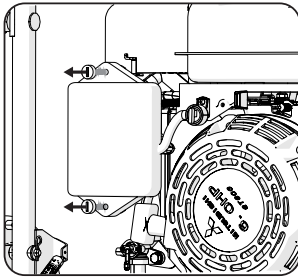

Abb. 21
- Stellen Sie sicher, dass der Motor ausgeschaltet ist und der Kraftstoffhahn in der Position „OFF“ (ZU) ist. Der Motor sollte kalt sein.
- Schrauben Sie die Flügelmutter vom Luftfiltergehäuse ab und entfernen Sie sie zusammen mit der großen Unterlegscheibe und der Gummidichtung. **(Abb. 21)**